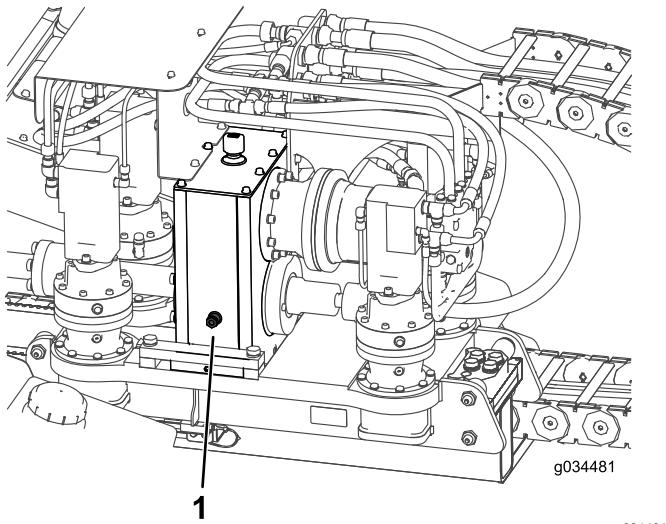

Figura 106
3. Remova a tampa do respiro e adicione o óleo no comando planetário até o nível atingir, pelo menos, metade do visor de nível (Figura 106).
2. Verifique o nível de óleo pelo visor de nível do comando planetário de cada um dos motores de avanço (Figura 106).
2. Verifique o nível de óleo pelo visor de nível na caixa de transmissão (Figura 106).
3. Remova a tampa do respiro e adicione o óleo na caixa de transmissão até o nível cobrir pelo menos metade do visor de nível (Figura 106).
8. Adicione óleo na caixa de transmissão até ultrapassar a metade do visor de nível (Figura 106).